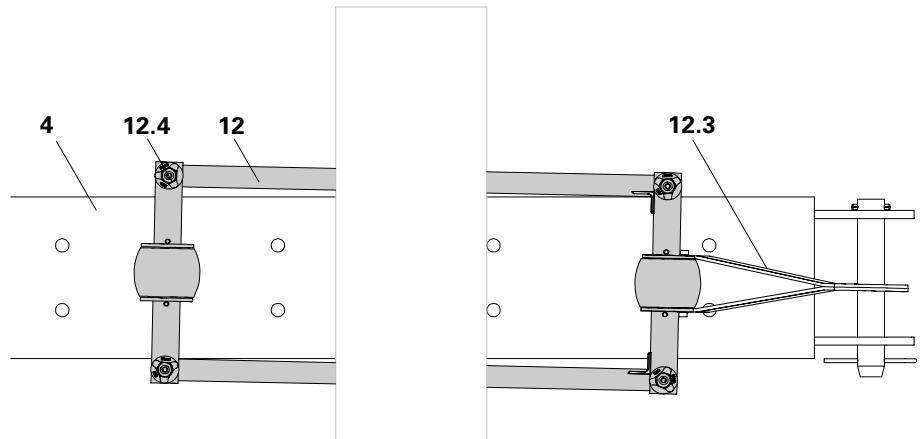

Fig. A4.03
- Hvis rideplankerne (4) ikke er parallelle kolliderer excentervognen (12) med topflangen af rideplanken. Sænk så excentervognen og repositionér. Gentag proceduren om nødvendigt. (Fig. A4.03)